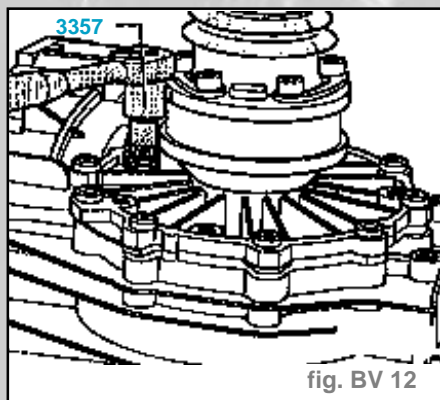

fig. BV 12
- Dévisser complètement la vis du contrôle d'huile de boîte (fig. BV 12).